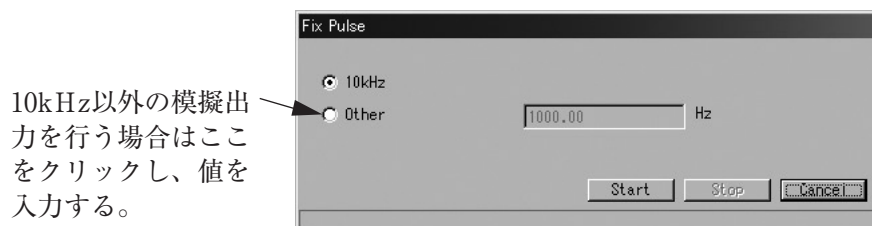

図61
- ① 画面上部メニューの「Diag/Service(T)」をクリックし、「Loop test」のドロップダウンリストの中から「Fix Pulse」を選び再度クリックします。
- ② 図61のようなメッセージボックスが現れます。模擬出力値を選択し、「Start」ボタンをクリックしてください。なお、“10kHz”以外を出力させる場合は「Other」を選択し、出力させるパルス周波数を入力後「Start」ボタンをクリックしてください。入力可能なパルス周波数の範囲は0.01～10000Hzです。